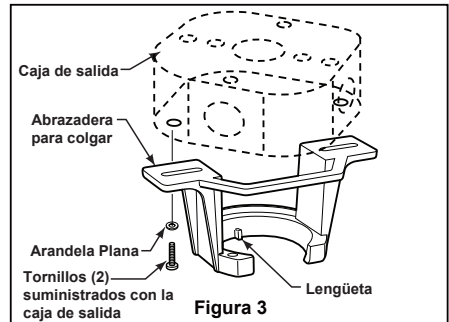

Figura 3
Uso del soporte (Figura 3)
3. Afloje los dos tornillos de fijación del soporte del barral. Introduzca los cables de color negro, blanco y azul de soporte para techo a través de la varilla. (Figura 3)
- ☐ 1. Fije bien la abrazadera para colgar a la caja de salida (no se incluye) con los tornillos y las arandelas provistas con la caja de salida. (Figura 3)
- ☐ 2. Deslice el receptor en el soporte de suspensión antes de realizar el cableado como se muestra en la figura 3.
3. Para que el ventilador sea funcional, instale las pila (incluidas) de 23A/12V en el transmisor del mando a distancia. Mientras el ventilador esté apagado. A continuación, siga el proceso de fijación remota de código. Si no se utiliza el ventilador durante un largo periodo de tiempo, extraiga la batería para evitar cualquier daño al transmisor. Almacene el mando a distancia en un lugar alejado del calor o la humedad excesiva. (Figura 3)